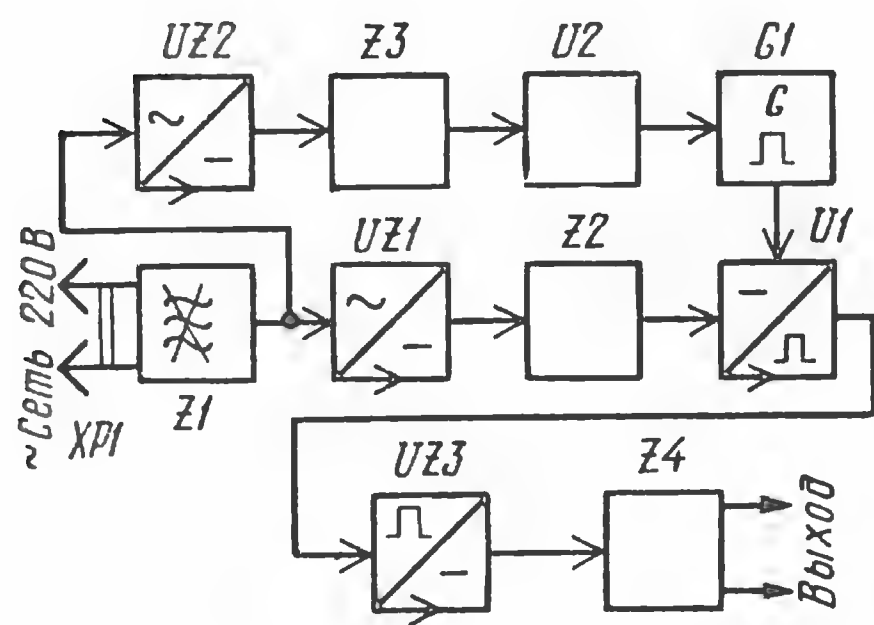

Рис. 1
**Структурная схема** такого блока питания показана на рис. 1. Через включенный на входе фильтр Z1 сетевое напряжение поступает на выпрямители UZ1 и UZ2. Фильтр Z1 исключает попадание высокочастотных помех в сеть переменного тока. Выпрямитель UZ1 преобразует сетевое напряжение в сравнительно высокое (около 310 В) постоянное напряжение, которое поступает далее на транзисторный фильтр Z2, уменьшающий пульсации выпрямленного напряжения. К выходу этого фильтра подключен высокочастотный преобразователь напряжения